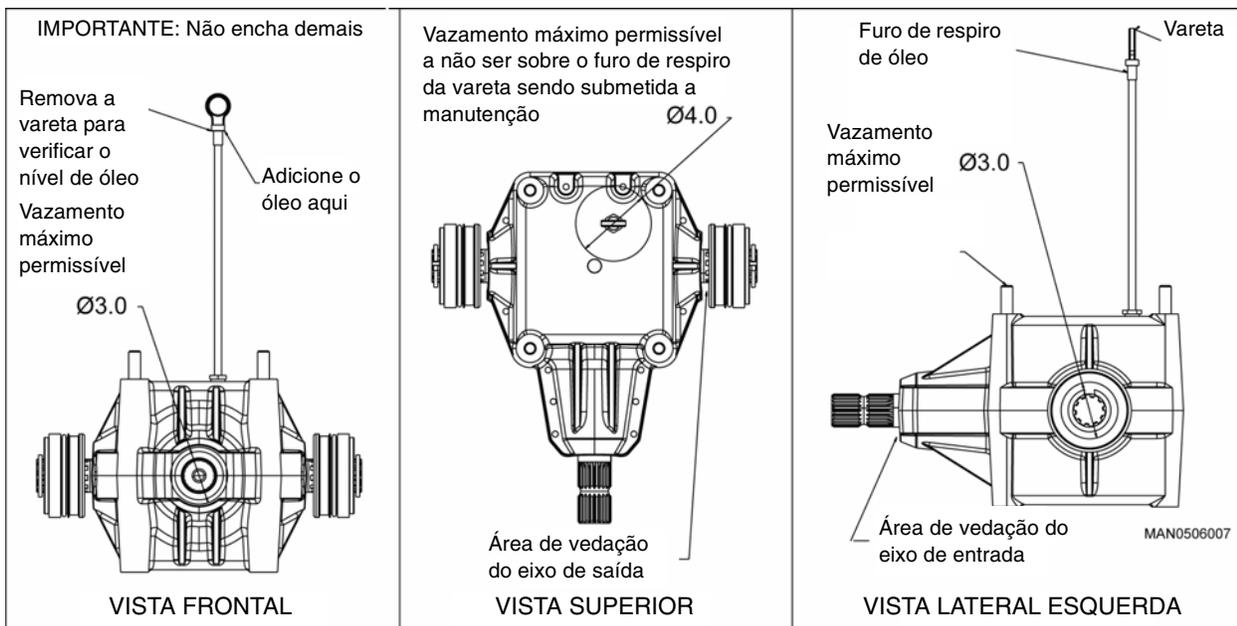

Figura 30. Vazamento de óleo aceitável
1. O óleo cobre um diâmetro menor que 3 polegadas em volta da área de vedação do eixo (consulte a Figura 30).
2. O óleo cobre um diâmetro menor que 4 polegadas em volta do tubo da vareta (consulte a Figura 30).